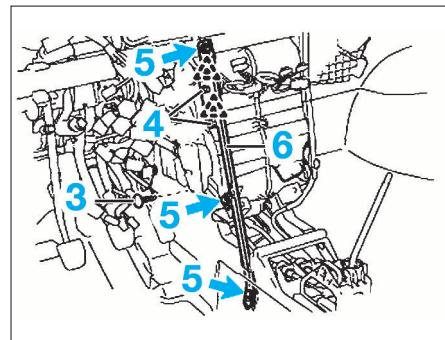

FIG. 10
- Dégager partiellement la moquette après avoir retirer l'agrafe (3) (fig. 10).
- Déposer les deux fixations (4) et dégager le faisceau du renfort (6)
- Déposer les deux vis et l'écrou de fixation (5) du renfort.